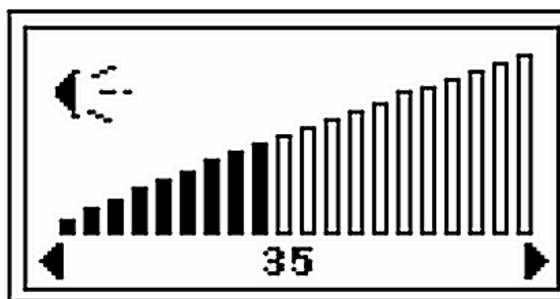

Figure 2-5 Ecran de configuration du réglage de volume
2. Presser **Enter** et l'écran de configuration apparaît (Figure 2-5).